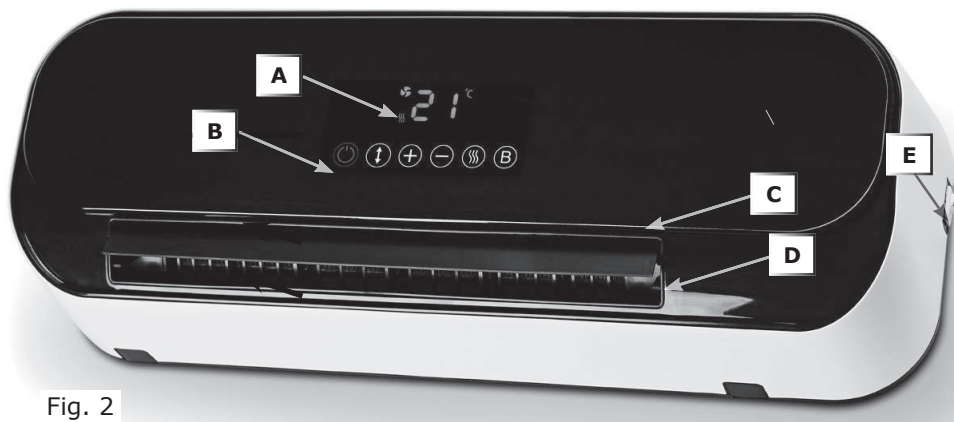

Fig. 2
- Appuyer sur le bouton tactile du tableau de commandes (F, fig. 2) ou de la télécommande (11, fig. 3) pour mettre en marche l'appareil. .